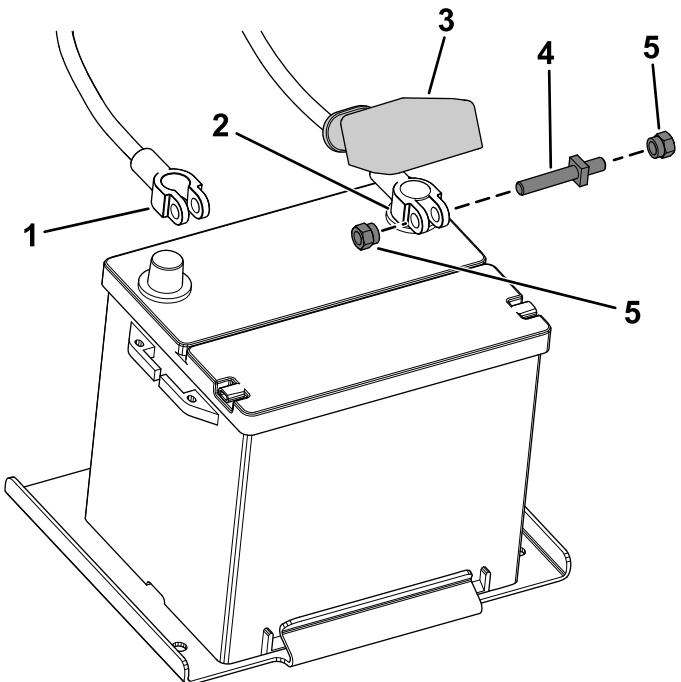

図 4
1. 赤いプラスケーブルをバッテリーのプラス端子に取り付けてボルトとナットで固定する図 4。
2. プラス端子に絶縁ゴムカバーを取り付ける図 4。
3. マイナス黒ケーブルをバッテリーのマイナス端子に取り付けてボルトとナットで固定する図 4。